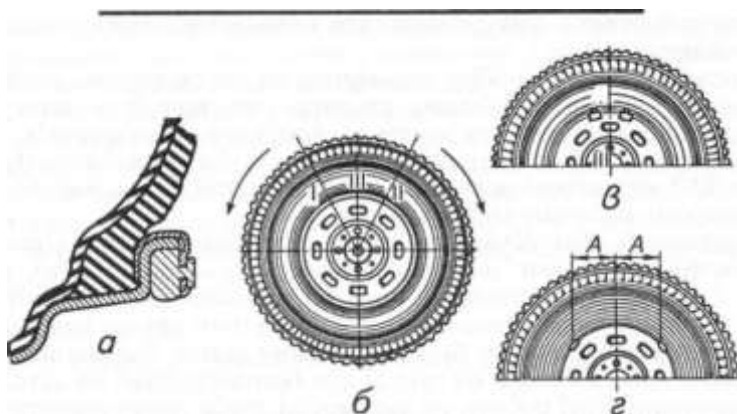

Рис. 1. Статичне балансування колеса:
- повільно повернути колесо проти годинникової стрілки й підпустити; коли воно зупиниться, нанести крейдою вертикальну мітку I (рис. 1,б), що визначає верхню точку колеса;
- повернути поштовхом колесо за годинниковою стрілкою й після його зупинки також позначити верхню точку крейдою вертикальною лінією II, поділити найкоротшу відстань між мітками I та II навпіл і нанести мітку III. Це й буде найлегше місце колеса (див. рис. 1,б);
- установити по обидва боки мітки III малі балансувальні тягарці (рис. 1,в) масою 30г, які своєю пружиною входять під борт покриття й утримуються на ободі;
- відсовуючи тягарці на однакові відстані A від мітки III (рис. 1,г), слід домогтися рівноваги колеса, коли воно після поштовху рукою зупинятиметься в різних положеннях (залежно від прикладеного зусилля);